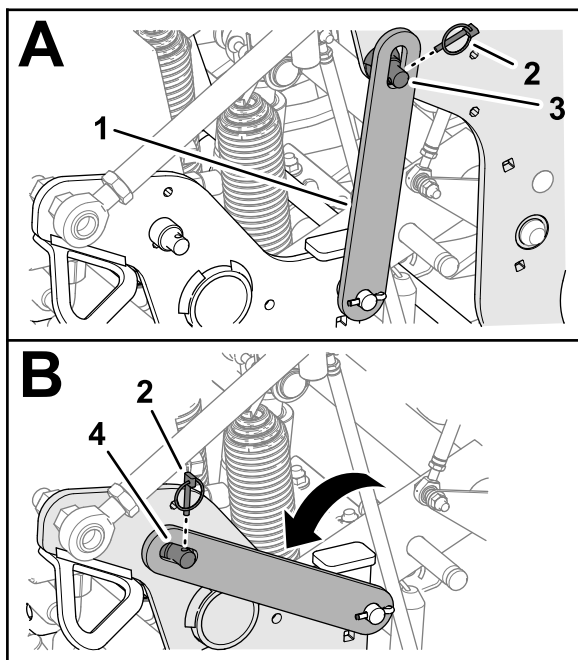

Figura 112
3. Rimuovete la coppiglia ad anello che fissa il fermo di servizio al perno di supporto della testa di carotaggio (Figura 112).